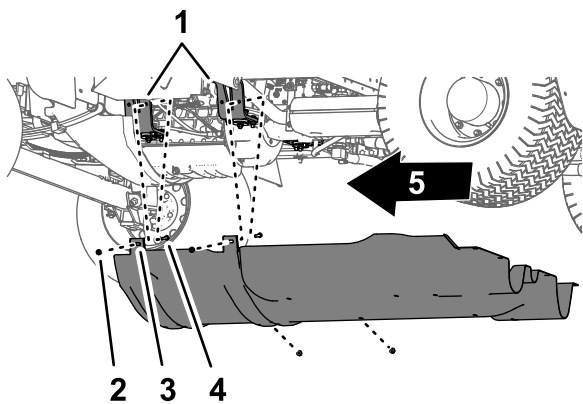

図 68
2. キャリッジ下シュラウドの取り付けタブをエンジン搭載ブラケットに固定しているボルトおよびキャリッジボルトのフランジロックナット5/16" 4個を取り外す 図 68。
4. キャリッジ下シュラウドを機体から取り外す 図 67 と 図 68。
1. キャリッジ下シュラウドを車体の下シャーシに合わせる 図 68 キャリッジ下シュラウドを取り外す (ページ 50) を参照。
2. エンジン搭載ブラケットのところで、ボルトとキャリッジボルトの上からキャリッジ下シュラウドの取り付けタブを入れる 図 68 キャリッジ下シュラウドを取り外す (ページ 50) を参照。
3. キャリッジ下シュラウドを、エンジン搭載ブラケットとボルトに組み付ける 図 68 ステップ 2 キャリッジ下シュラウドを取り外す (ページ 50) で外したフランジロックナット (5/16") 4個を使用する。